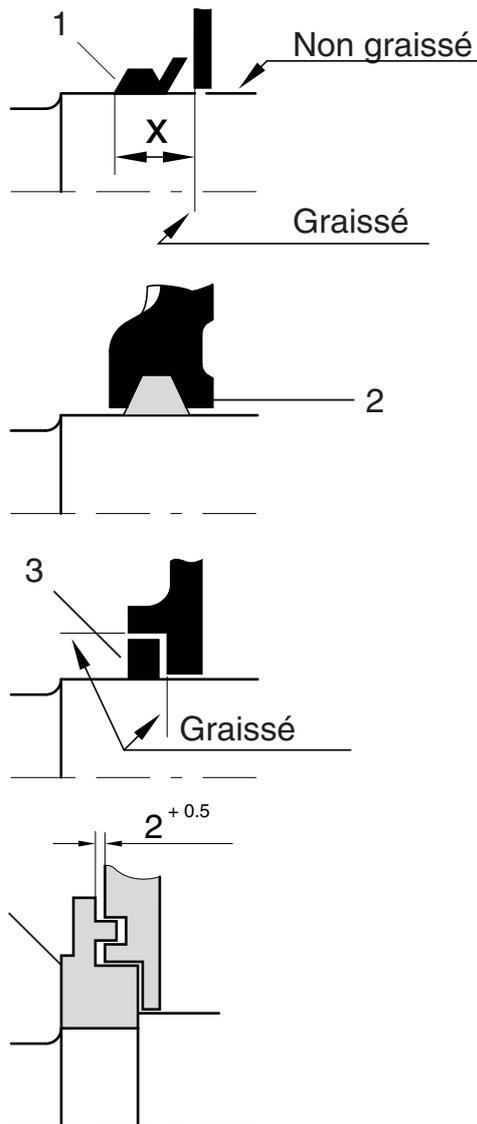
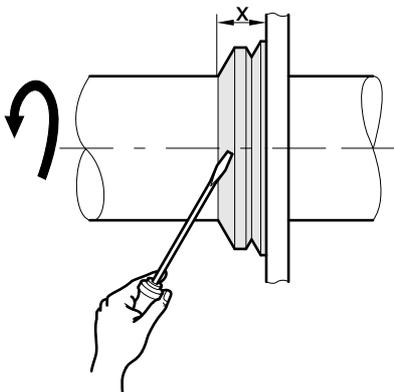

Figure 11: 1 Joint en V
Figure 12: Joint en V.
5.4 Joints de palier (Fig. 11)
- Saturez les nouveaux joints en feutre (2) à chaud 80° C au moyen d'huile de haute viscosité, avant de les replacer dans le couvercle du palier. L'axe doit glisser sans friction dans le joint et être au contact du joint sur tout son pourtour.
- Retirez les joints d'étanchéité (3) et les joints en V (1) au moyen, par exemple, d'un tournevis, en faisant tourner l'axe (→ Fig. 12).